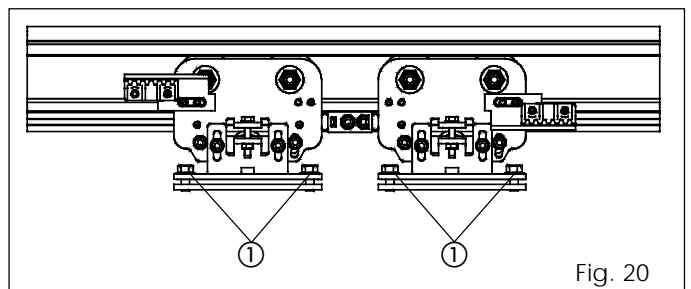

Fig. 20
De deuren uit de serie 940 SM worden geleverd met de wagens in correspondentie met de sluitrand (fig. 20). Als het midden van de deur moet worden bijgesteld, dient u als volgt te werk te gaan:
- Maak de bevestigingsschroeven (fig. 20 ref. ①) van de betreffende wagen los. Breng de wagen naar de aanslag totdat deze twee elkaar raken.